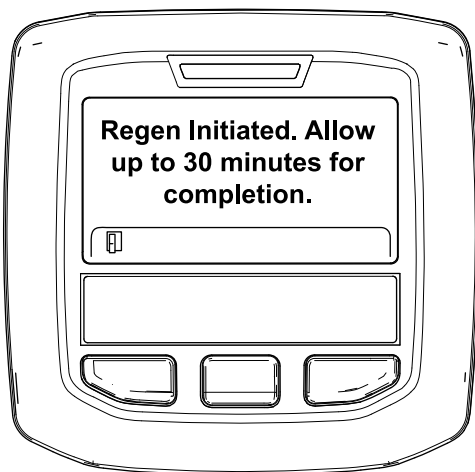

Figure 48
- Si la régénération est autorisée, le message « Regen Initiated. Allow up to 30 minutes for completion » (régén. lancée. Durée max 30 minutes) s'affiche dans l'InfoCenter. Attendez que la machine termine le processus de régénération en stationnement (Figure 48).